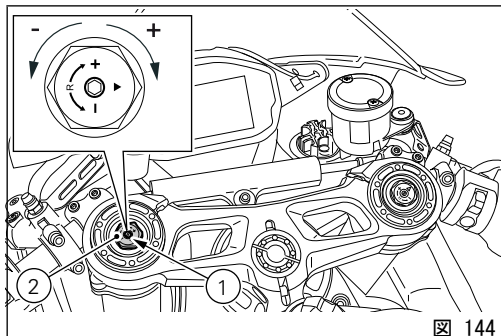

図 144
- 1) リバウンドダンピングの変更 (1、 図 144)
- 2) スプリングプリロードの変更 (2、 図 144)
アジャスタースクリュー (1)、アジャスタースクリュー (3) を回し、ダンピングを調整します。アジャスターをいっぱいに締め込むと“0”位置になり、ダンピングが最強にセットされます。この位置から反時計回りに回し回転数を数えることができます。各レッグのスプリングプリロードを調整するには、すべて開いた位置から六角形のアジャスター (2、図 144) を 22 mm の六角レンチで回転させます (時計回り)。